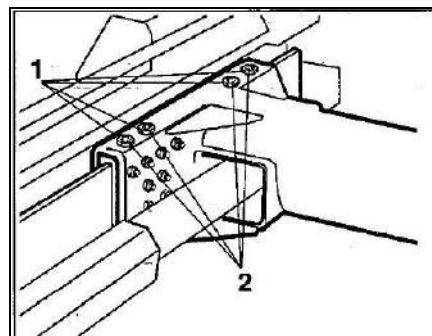

Рисунок 38
- 4) Ослабьте четыре гайки крепления (1, Рисунок 38).
- 5) Закрутите каждый из шести винтов скользящего ползуна (2, Рисунок 38) на четверть оборота.
- 7) Затяните четыре гайки фиксации (1, Рисунок 38).